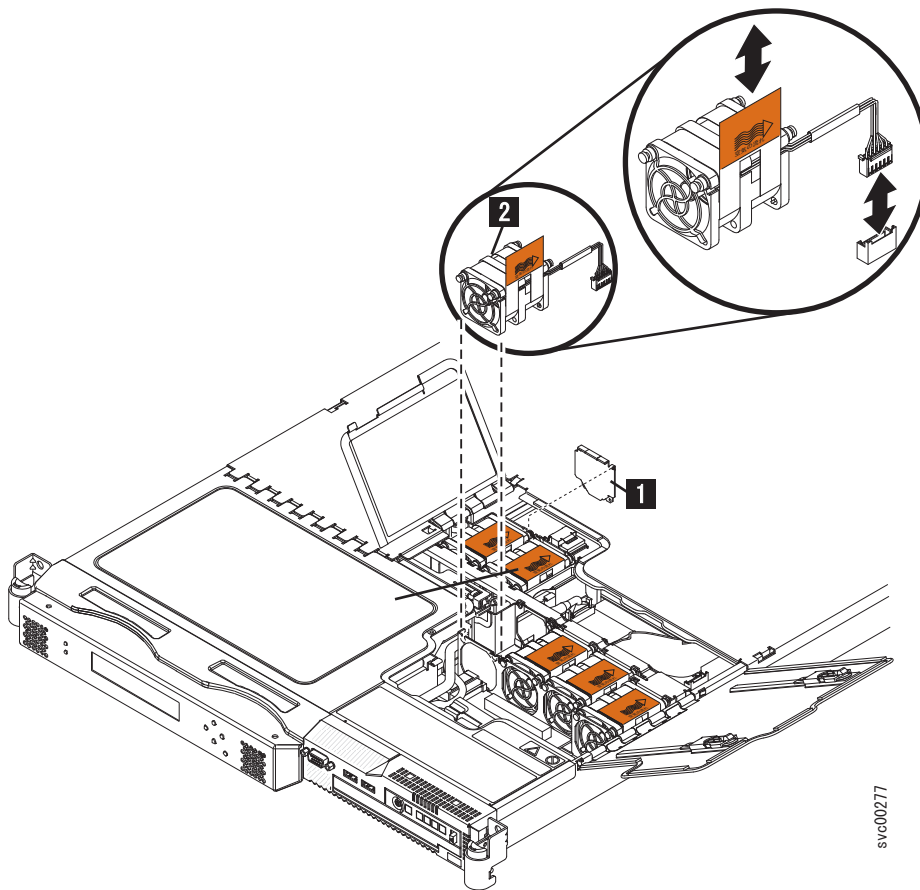

図 229. SAN ボリューム・コントローラー 2145-8G4 のファン 3
7. 図 229 に示すように、ファン 3 を再取り付けします。